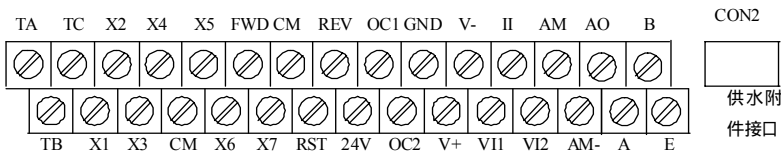

图 2-29 控制回路端子图
(1) 0.75-11KW 机型的控制回路端子图如图 2-29 所示。